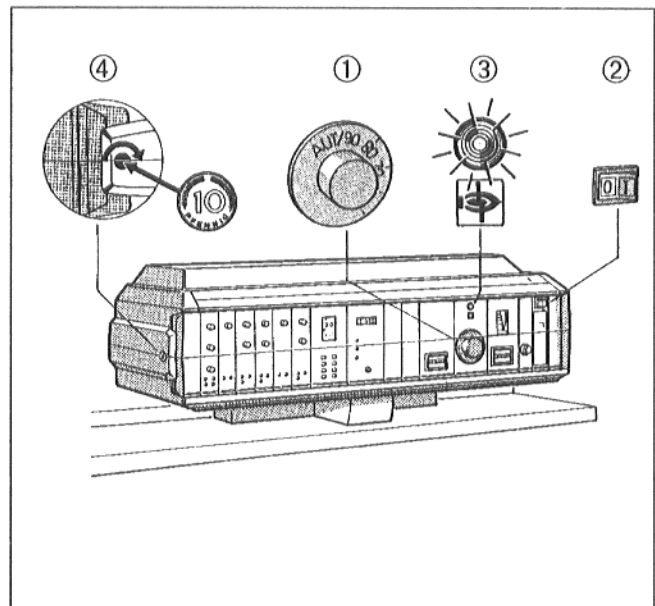

Fig. 1 – HS 3320
- Portare in posizione orizzontale l'intaglio della vite ④ della copertura trasparente del dispositivo di regolazione (p.e. con una moneta – Fig. 1).
- Rimuovere dal davanti la copertura trasparente (Fig. 1).
- Portare l'interruttore di esercizio ② sulla posizione (ON).
- Impostare il regolatore di temperatura dell'acqua di caldaia ① sulla temperatura desiderata.
- Rimontare la copertura trasparente (Fig. 1).
- Portare l'intaglio delle viti ④ poste a destra e a sinistra del dispositivo di regolazione in posizione orizzontale (p.e. utilizzando una moneta – Fig. 1).
- Portare l'interruttore di esercizio ② sulla posizione 0 (OFF).